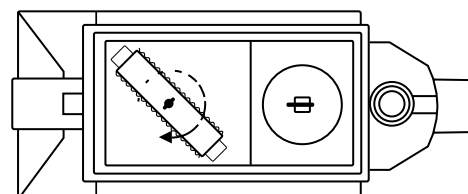

Fig. 4
1. Placera koalesatorinsatsen diagonalt i avskiljaren, fig. 4.